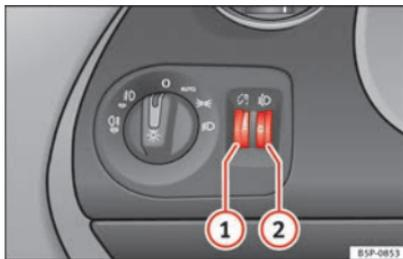

Fig. 70 Planche de bord : régulateurs d'éclairage des instruments et des commandes et du site des projecteurs.
Lorsque l'éclairage est mis, la luminosité de l'éclairage des instruments et des commandes peut toujours être réglée en tournant la molette ⇒ fig. 70 ①.